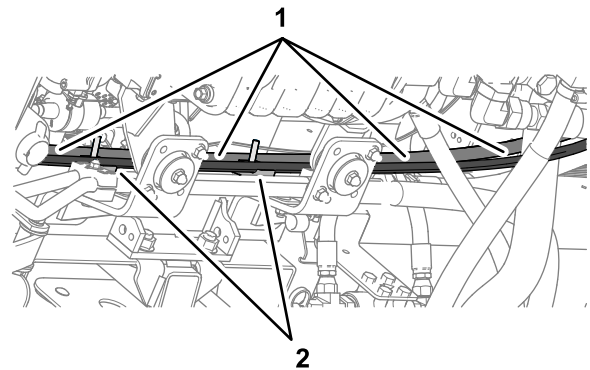

Figura 128
3. Enrute la manguera de la bomba hidráulica de 6 mm x 2819 mm ($\frac{1}{4}$ " x 111" – orificio LS1 de la válvula de dirección EHI) con acoplamiento de 90° en la ranura inferior de la mitad de la abrazadera superior (Figura 128).